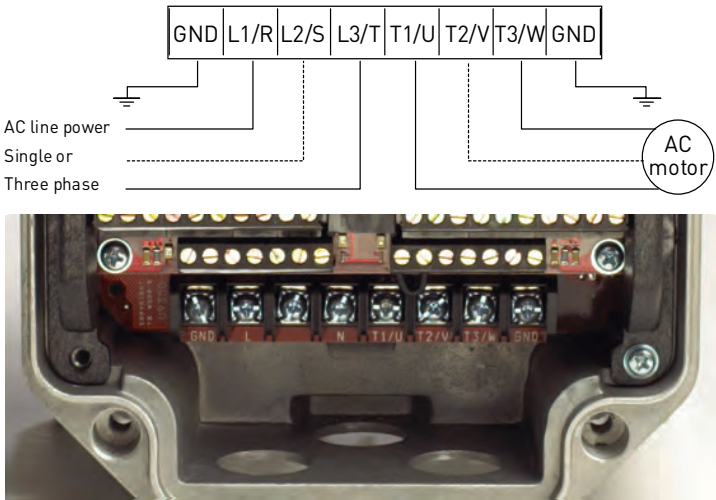

图 8: 电源端子尺寸 0
L1/R (L) L2/S L3/T (N)	这些端子为输入电源连接所用。（单相 230 Vac，0,75 到 4,0 kW 型号连接到这些端子中的任二个）。见 27 页图 8 所示。
注意接地线在端子排上（参见 图 8）。关于动态制动的详细信息请参阅第 31 页，参见第 4.4 章，动态制动，内容。